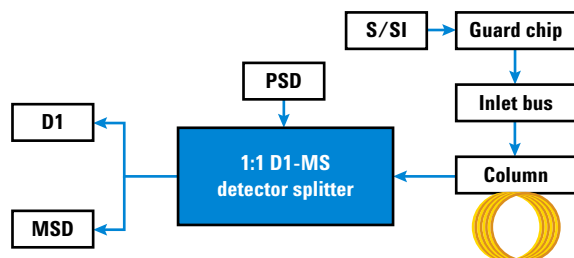

Figure 69 Schéma général du splitter des détecteurs D1-MS 1:1
Le splitter des détecteurs D1-MS 1:1 est utilisé pour fractionner l'effluent provenant de la colonne analytique vers deux détecteurs différents (un détecteur fonctionne à la pression atmosphérique, l'autre à une pression inférieure à la pression ambiante). Le détecteur D1 peut être l'un des détecteurs atmosphériques supportés. Le détecteur D2 est un spectromètre de masse (MS). Voir Figure 69.